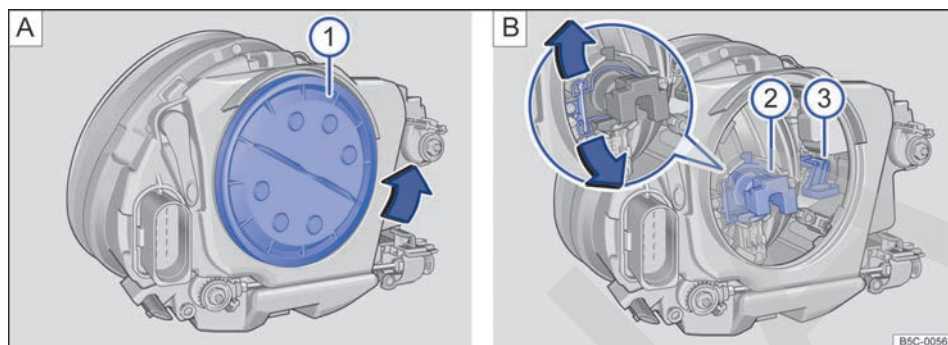

Fig. 146 En el vano motor: ① tapa del faro izquierdo, ② luz de cruce y luz de carretera, ③ luz de posición y luz diurna.
10.	Bloquee los estribos → fig. 146 B) en el sentido contrario al de la flecha correspondiente. Compruebe la fijación correcta tirando levemente.
11.	Coloque la tapa de plástico A) ① en el faro y gírela en el sentido de las agujas del reloj (en el sentido contrario al de la flecha), hasta el tope.